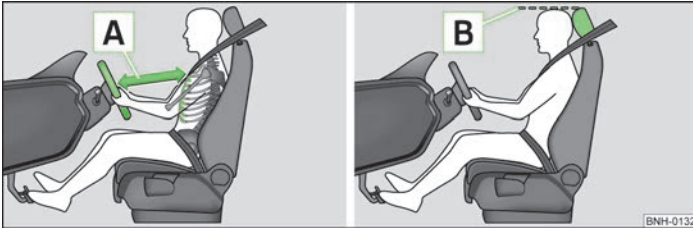

Fig. 76 Distancia correcta del conductor al volante/Ajuste correcto del reposacabezas
- Ajustar el volante de tal modo, que la distancia **A** » fig. 76 entre el volante y el esternón sea, como mínimo, de 25 cm.
- Ajustar el reposacabezas de tal modo, que el borde superior **B** » fig. 76 de la página 94 » página 94 del mismo se encuentre dentro de lo posible a la misma altura que la parte superior de su cabeza¹⁾.
- › Ajustar el reposacabezas de tal modo, que el borde superior **B** » fig. 76 de la página 94 » página 94 del mismo se encuentre dentro de lo posible a la misma altura que la parte superior de la cabeza.